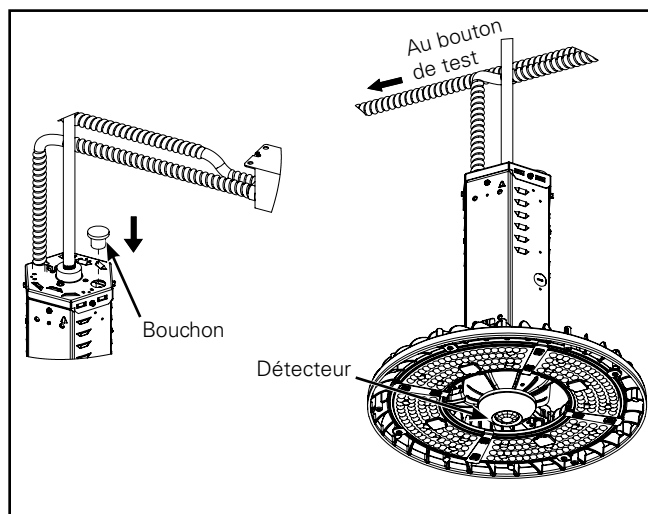

Figure 9.
6. Couvrez l'entrée défonçable avec le bouchon fourni. (Figure 9).